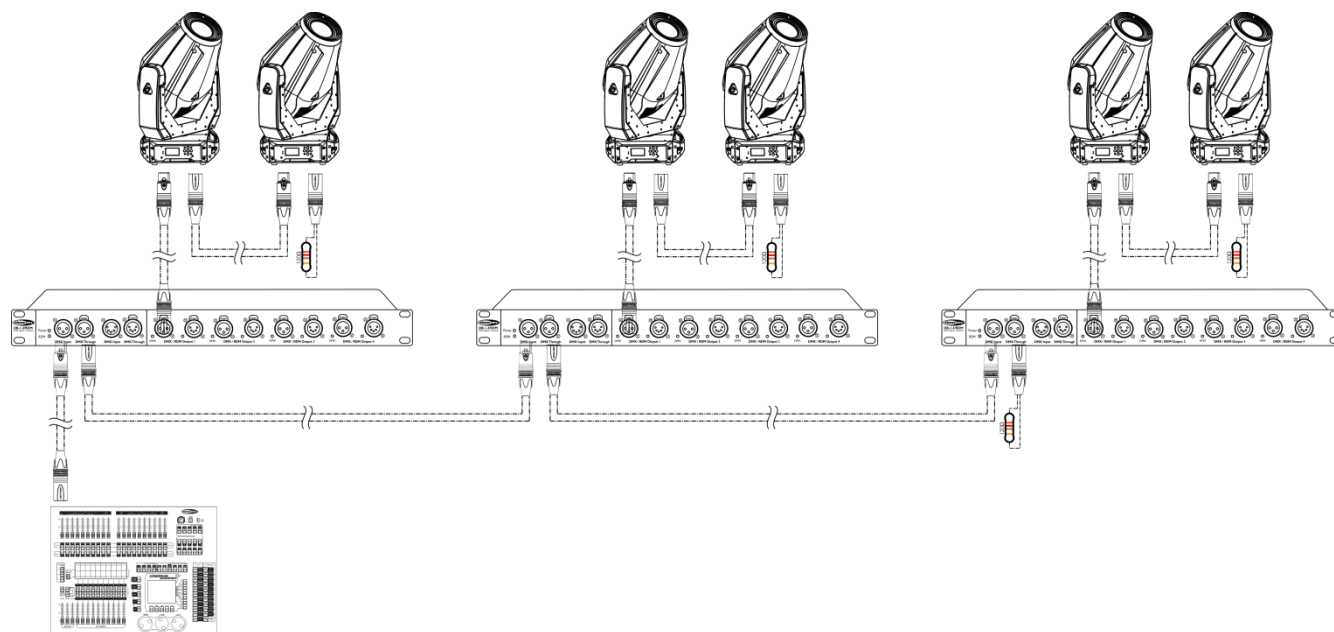

Fig. 03
- 04) Conecte las unidades como se indica en la Fig. 03. Conecte un cable de señal DMX que vaya desde el conector DMX THROUGH (interconexión) de la primera unidad al conector DMX INPUT (entrada) de la segunda unidad. Repita este proceso para interconectar las unidades segunda, tercera y cuarta.